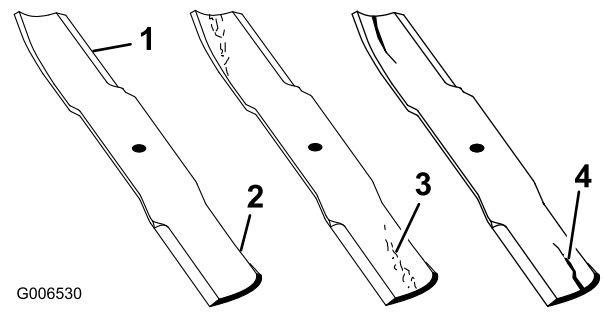

Figure 92
1. Examinez le tranchant des lames (Figure 92). Si les lames coupent mal ou présentent des indentations, déposez-les et aiguisiez-les (voir Aiguisage des lames).
2. Inspectez les lames, surtout la partie relevée (Figure 92). Remplacez immédiatement toute lame endommagée, usée ou qui présente une entaille (Figure 92).